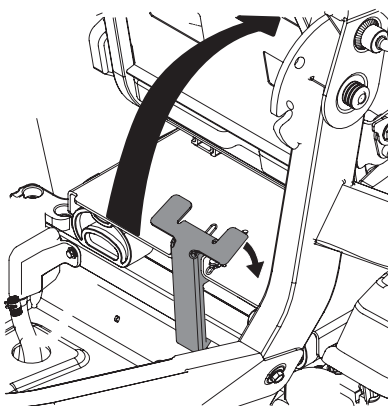

Figure 20
- Faites pivoter tout le plateau du siège vers le haut. Voir Figure 20.